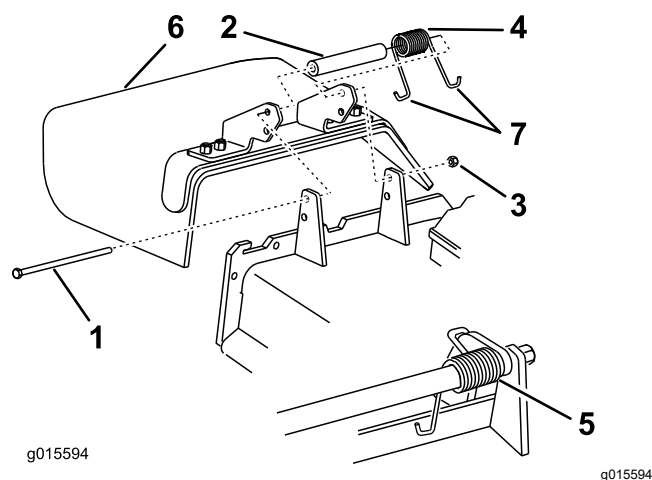

Figura 87
1. Togliete il dado di bloccaggio, il bullone, la molla e il distanziale che fissano il deflettore alle staffe orientabili del tosaerba (Figura 87).
2. Togliete il deflettore di sfalcio se è danneggiato o consumato (Figura 87).
Nota: Verificate che un'estremità a gancio J della molla si trovi dietro il bordo del piatto di taglio prima di montare il bullone, come illustrato nella Figura 87.
6. Infilate l'estremità a gancio J della molla attorno al deflettore dello sfalcio (Figura 87).